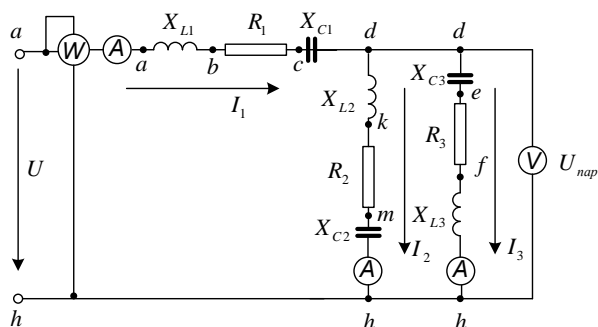

Рис. 1.1
1. По базе данных (табл.1.1) для своего варианта определить параметры электрической цепи (рис. 1.1), питающейся от сети синусоидального тока с напряжением U .